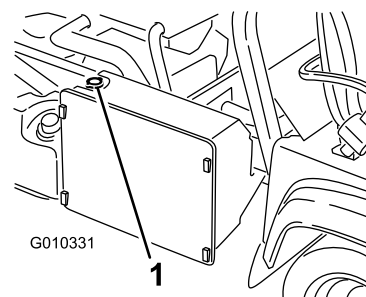

Bild 55
3. Nehmen Sie den Kühlerdeckel ab (Bild 55).
4. Nehmen Sie den Deckel des Überlaufgefäßes ab (Bild 55).
7. Füllen Sie den Kühler auf und schrauben Sie den Deckel auf (Bild 55).